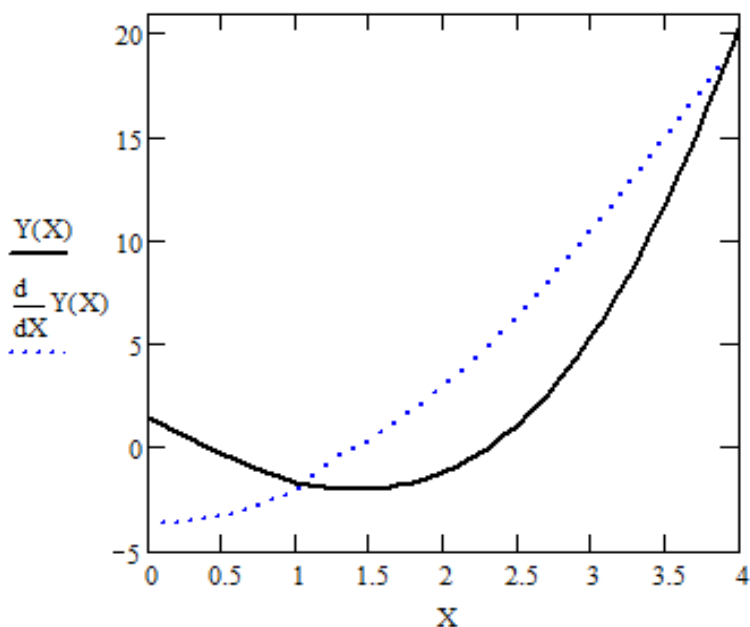

Рис. 9.2. Диаграмма со значениями искомой функции и ее производной
4. Вывести на двумерную диаграмму вид полученной функции и ее первой производной на заданном отрезке аналогично предыдущему заданию, получив диаграмму согласно рис. 9.2. Отформатировать диаграмму согласно приведенному рисунку.